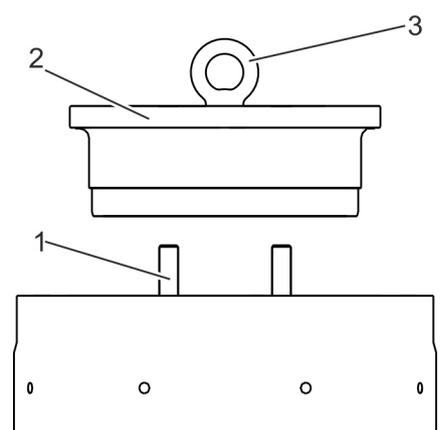

Abb. 13: Ringschrauben im Spanndeckel einschrauben
- 24.** Falls entfernt: Ringschrauben (Abb. 13/3) im Spanndeckel (Abb. 13/2) einschrauben.
- 25.** Ringschrauben (Abb. 13/3) am Hebezeug anschlagen.
- 26.** Spanndeckel (Abb. 13/2) über das Gehäuse heben und mit Bohrungen auf die Stiftschrauben (Abb. 13/1) des Verschlussdeckels absenken.